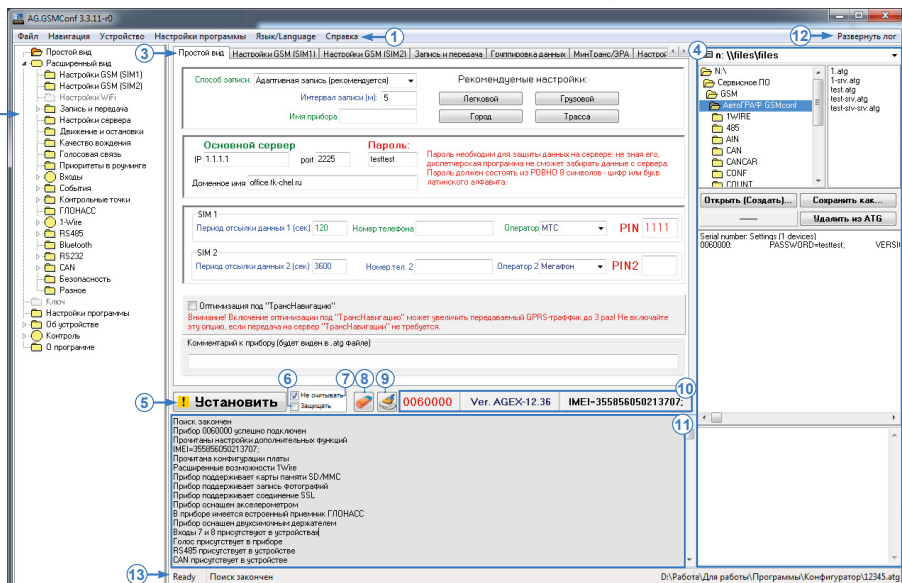

Рис.6. Интерфейс программы.
11. Окно состояния – в этом окне отображается ход работы в программе AG.GSMConf. Кнопка «Развернуть лог» (Рис.6, п.12) позволяет развернуть окно состояния, в котором отображается лог работы в программе, на все окно программы. Данная опция удобна для просмотра большого лога. Свернуть лог можно повторным нажатием кнопки.